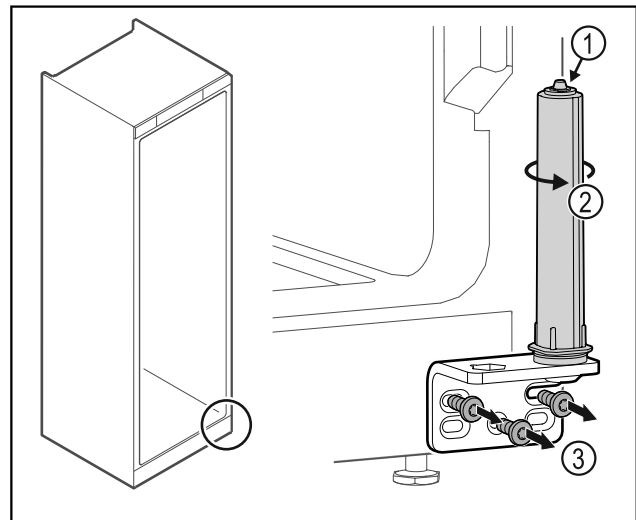

Fig. 38
- ▶ Türschließsystem nicht zerlegen Fig. 38 (1).
- ▶ Schließsystem Fig. 38 (2) drehen, bis es klickt.
- ▶ Scharnierwinkel Fig. 38 (3) abschrauben.